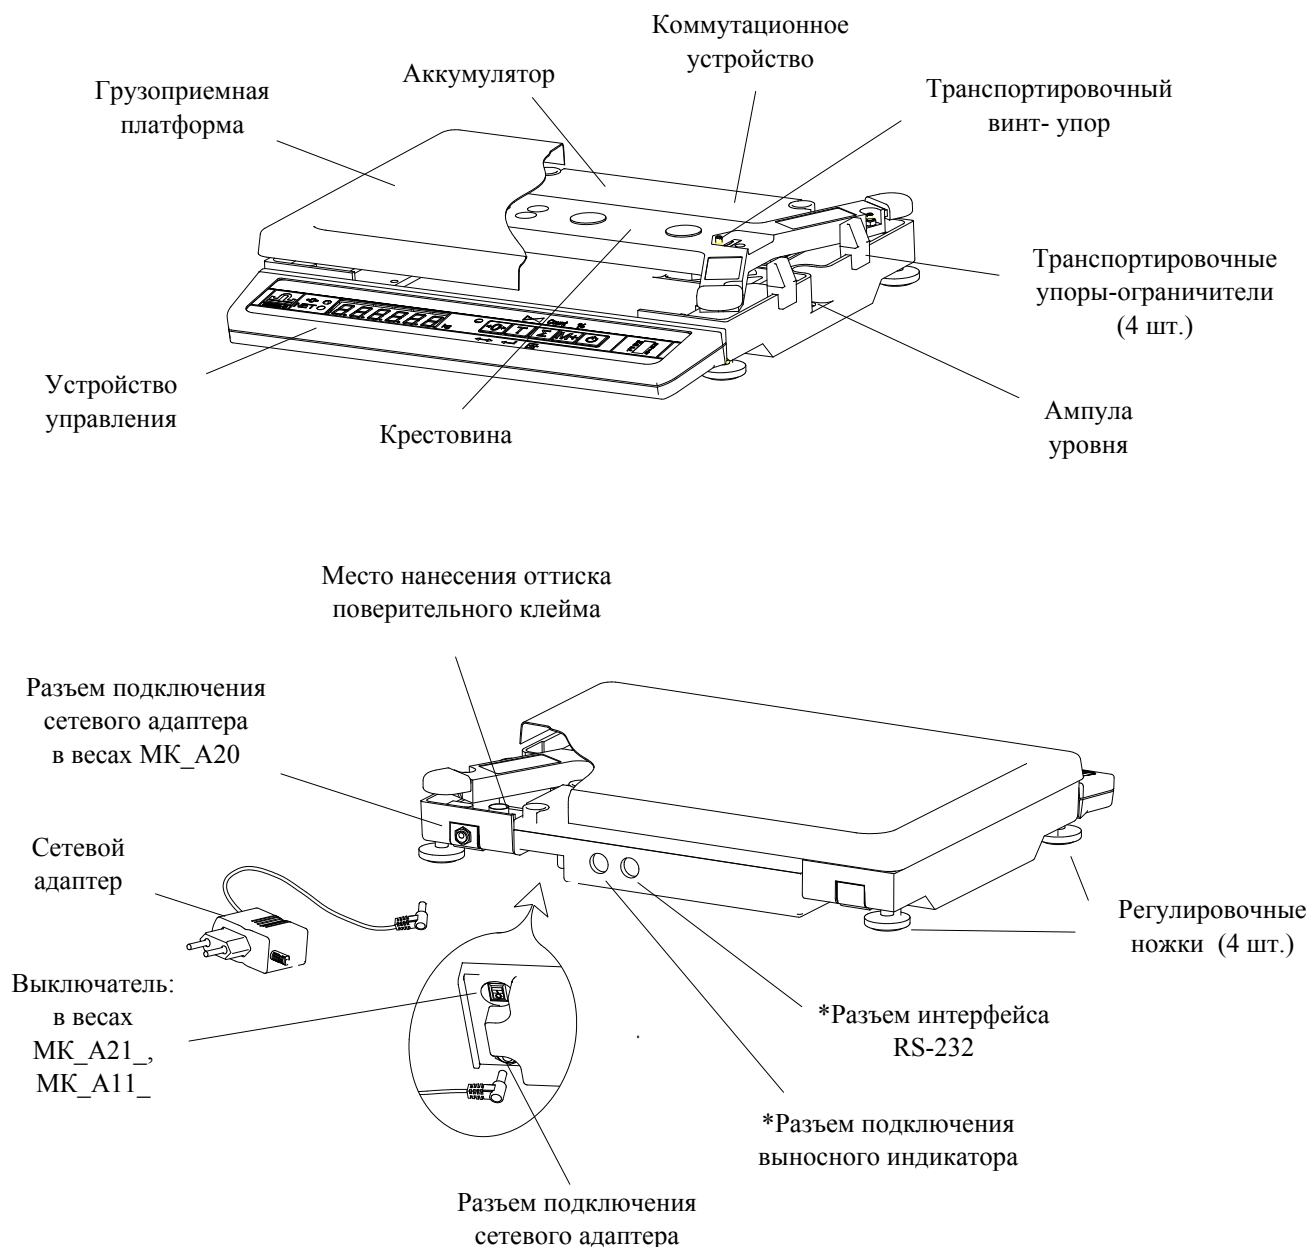

Рис. 5.1 - Весы МК_A_
Конструкция весов представлена на Рис. 5.1. Расположение элементов индикации и кнопок клавиатуры приведено на Рис. 5.2.
6.2 Снять грузоприемную платформу с весов и убрать транспортировочные упоры - ограничители (Рис. 5.1).